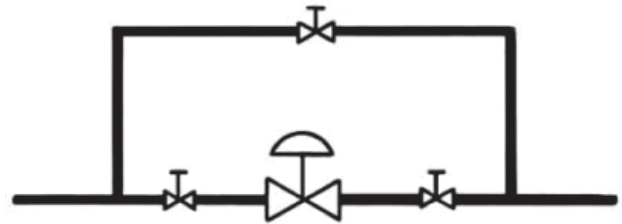

Figura 2
3.2 Per consentire l'ispezione in loco, la manutenzione e la rimozione della valvola senza interrompere il processo, predisporre una valvola di arresto manuale su ogni lato della valvola serie 10000 con una valvola di regolazione manuale sulla linea di bypass (vedere Figura 2).